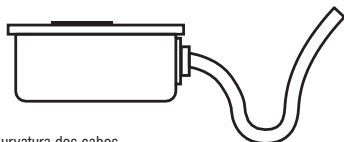

Fig.5 Curvatura dos cabos
- Fazer chegar os cabos até à placa de bornes com uma curvatura que impeça a água de penetrar deslizando sobre estes últimos. Veja Fig. 5.